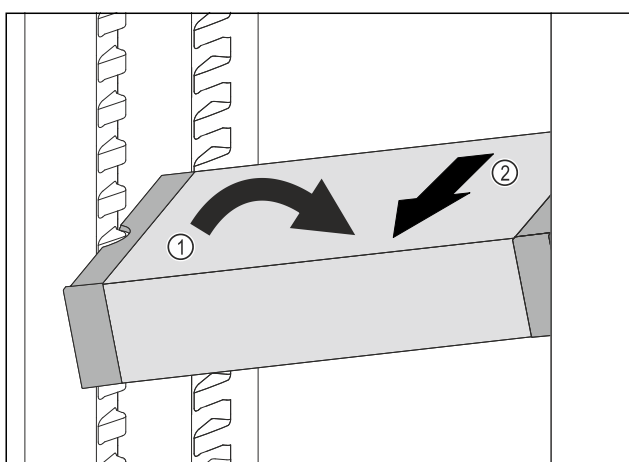

Fig. 102
- ▶ VarioSafe postavte v chladničke šikmo. Fig. 102 (1)
- ▶ VarioSafe vyberte dopredu. Fig. 102 (2)